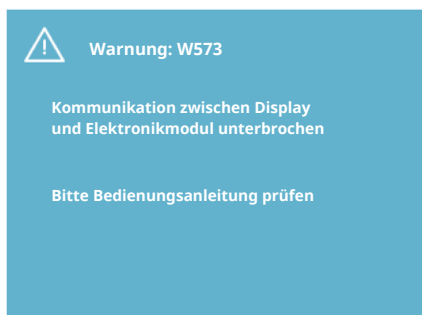

Fig. 30: Warnung
- Modüllüfter abnehmen und Kabel mit Gummidichtung aus dem Modulunterteil lösen (Fig. 30).